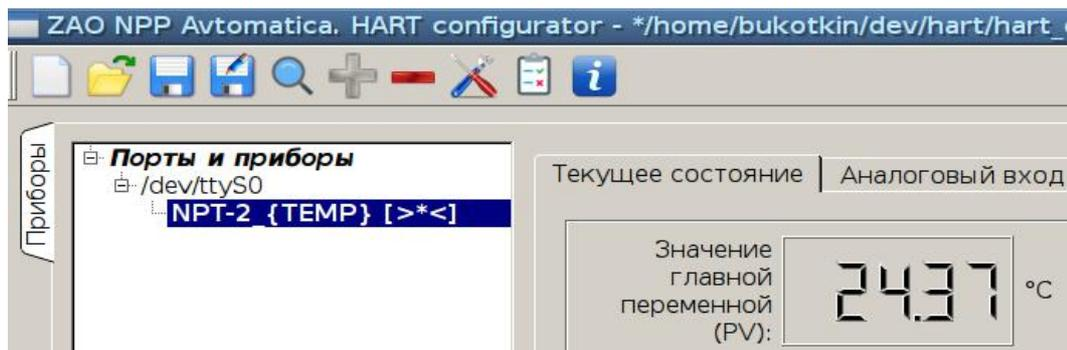

Рисунок 7 - Статус прочитанных из прибора, измененных и записанных в прибор параметров
– [**>\*<**] - данные были загружены из прибора, изменены и записаны в прибор (Рисунок 7).